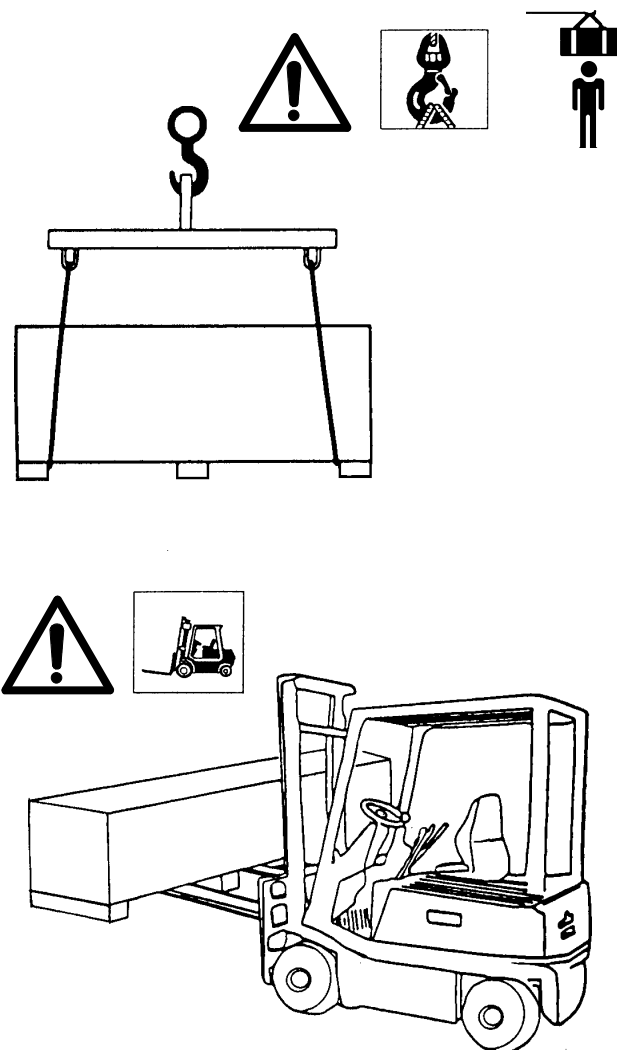

Fig. 2
- Le operazioni di sollevamento debbono essere eseguite come da Fig.2.
- Lifting must be done as shown in Fig.2.
- lift with care, using suitable means of support for the load, in perfect working order and using the special hooking points as shown in Fig. 2.
- Beim Anheben gemäß Abb. 2 vorgehen.
- Les opérations de levage doivent être réalisées comme indiqué à la Figure 2.
Utilizzando gli appositi punti di aggancio come indicato in Fig.2.
geeigneten Hilfsmitteln stützen. Dabei die in Abb. 2 angegebenen Einhakungspunkte berücksichtigen.
- soulever avec attention: se servir de moyens indiqués pour le soutien de la charge parfaitement efficaces et se servir des points d'attelage comme indiqué à la Figure 2.